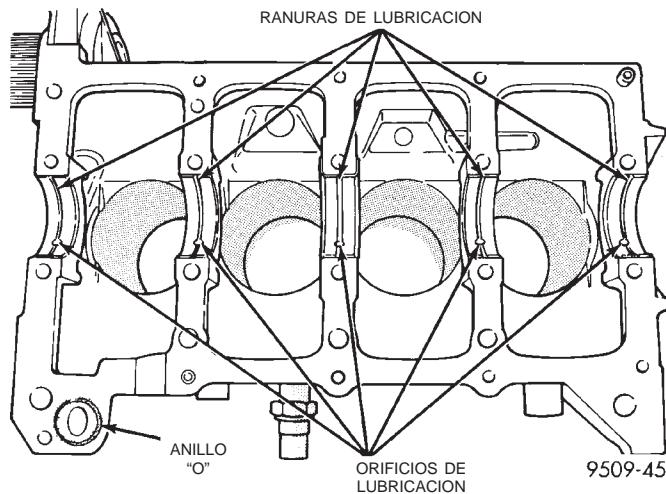

Fig. 80 Instalación del casco superior del cojinete principal
(1) Instale los cascós de cojinete principal con la ranura de lubricación situada en el bloque de cilindros. Instale el anillo "O" en la escotadura del bloque (Fig. 80).